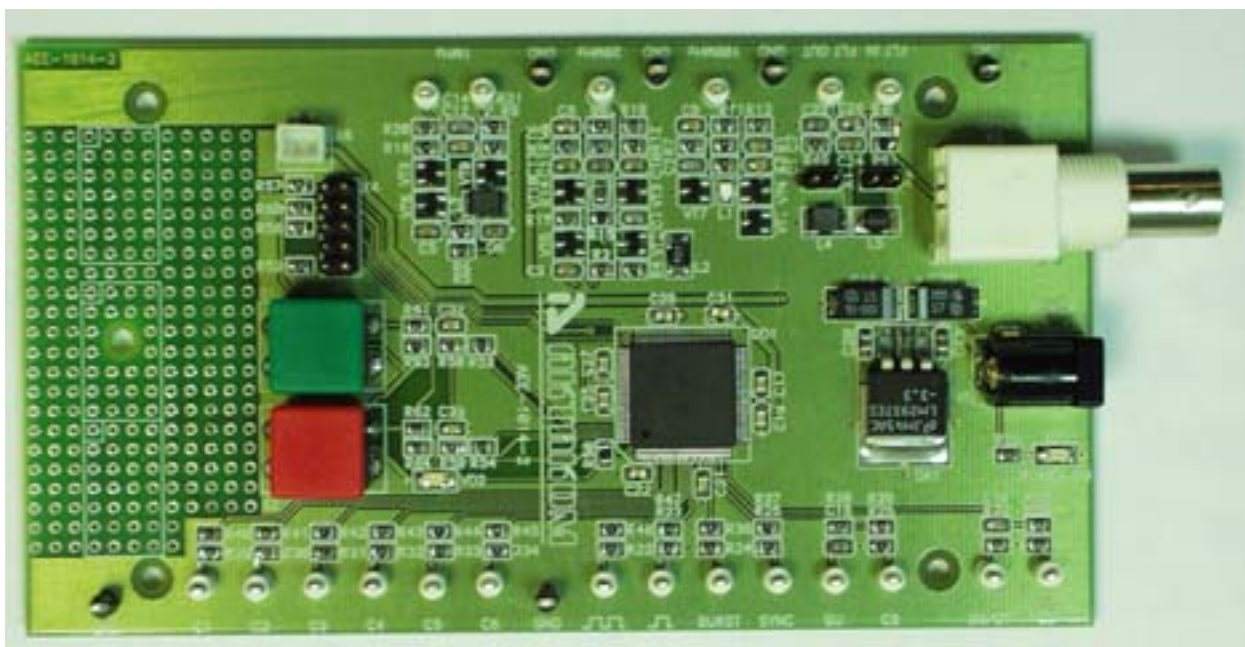

Рис. 1 Внешний вид демонстрационной платы
- подключить прибор к компьютеру с USB-портом компьютера кабелем типа «А-В», предназначенным для связи с USB портом (см. рис.1);